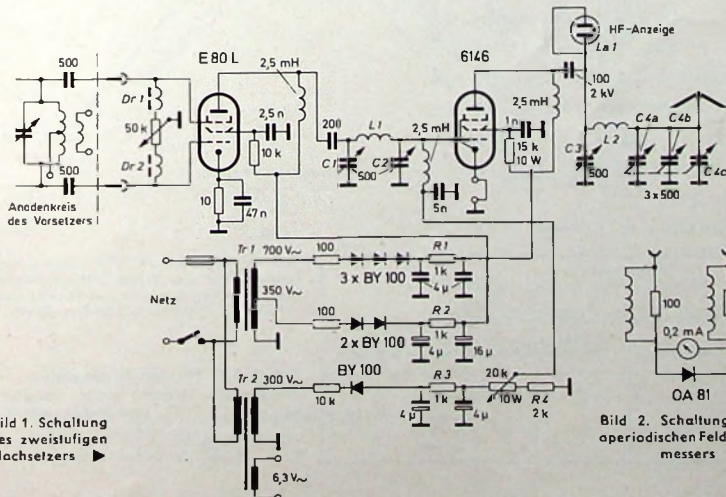

Bild 1. Schaltung des zweistufigen Nachsetzers
Im Heft 8/1968 der Funk-Technik wurde ein DSB/CW-Kleinsender beschrieben¹⁾. Um die Leistung dieses Kleinsenders auf einen für den praktischen Amateurfunkbetrieb brauchbaren Wert zu bringen, wurde ein Nachsetzer gebaut und erprobt. Der zweistufige Nachsetzer (Bild 1) enthält die Treiberstufe und den Endverstärker (PA). Mit den angegebenen Werten wird ein Output von etwa 60 W erreicht. Der Nachsetzer ermöglicht als dritte Betriebsart Amplitudenmodulation. In die Katodenleitung der Endröhre 6146 kann dazu die Ausgangsspannung eines NF-Verstärkers mit 100-V-Ausgang eingespeist werden. Der Vorsatz wird dabei mit Träger betrieben. Die Ankopplung des Nachsetzers an den Vorsetzer erfolgt kapazitiv. Zur Verbindung der Geräte wird ein kurzes Stück
Der Start des ersten Intelsat-III-Satelliten (Bild 1 und Titelfeld) am 19. 9. 1968 ist nun mißlungen. Die neue dreistufige Langtanks-Delta-Rakete (35 m lang, 3,2 m Durchmesser, 90 000 kg Startgewicht, 100 000 kp Schubkraft), die den ersten Satelliten der Intelsat-III-Serie in seine Umlaufbahn schießen sollte, begann kurz nach dem planmäßigen Abheben von der Startrampe auf Kap Kennedy auseinanderzufallen. Ihre Zerstörung wurde vom Richtoffizier eine Minute und 48 Sekunden nach dem Start als Vorsichtsmaßnahme im Fluge über Funksignal ausgelöst. Als Ursache des Fehlschlags wurde von einem NASA-Beamten ein Versagen des Neigungsstabilisierungssystems vermutet.
Bild 1. Außenansicht der Intelsat-III-Satelliten (Gewicht 113 kg, 142 cm Ø, 94 cm Höhe, Sendeleistung 2 x 11 W, Antennengewinn 15 dB, Übertragungsbandbreite 2 x 225 MHz, vorgesehene Lebensdauer etwa 5 Jahre)